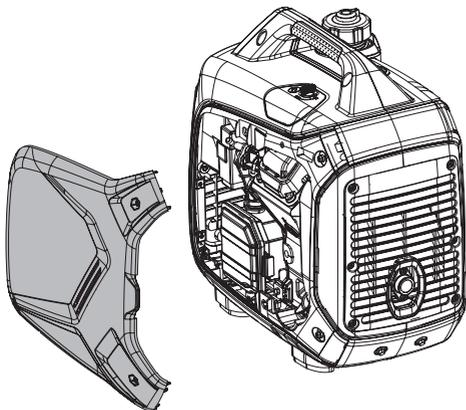

Рис. 8. Снятие правой панели корпуса
2. Открутите болты крепления и снимите правую панель корпуса (Рис. 8).